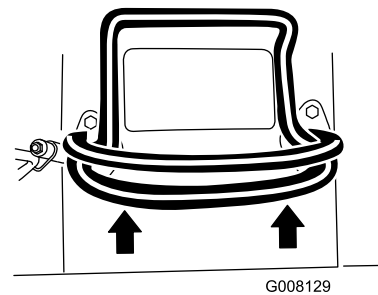

Figura 8
- Para desplazarse hacia adelante, mueva el control de tracción hacia adelante (Figura 8).